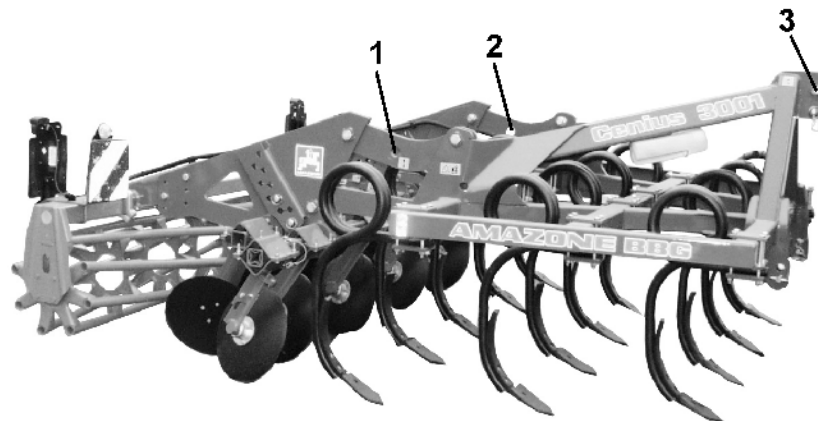

Fig. 2
- Cenius 3001 har 3 st anföringspunkter (Fig. 2/1,2,3) för lyfttrossar!